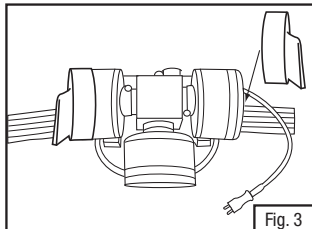

Fig. 3
- Fixer les couvercles de douche aux cartouches droite et gauche, ouverture vers le bas (Fig. 3).